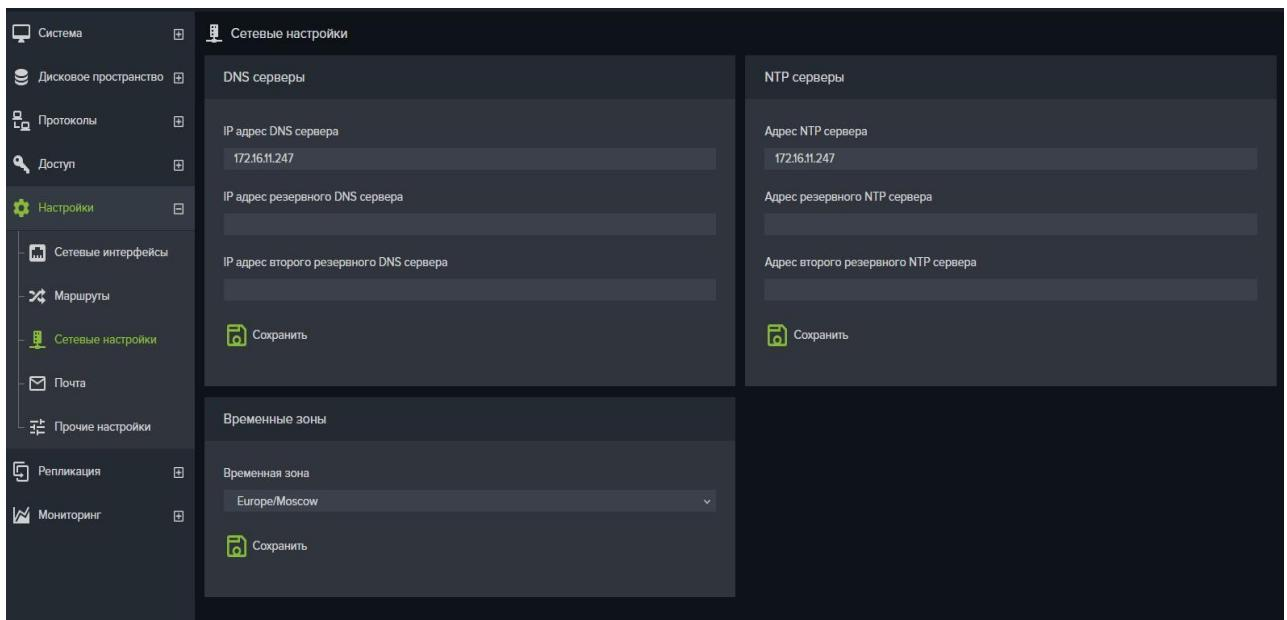

Рисунок 60 – Сетевые настройки
1. Перейдите на вкладку меню «Настройки» → «Сетевые настройки» (см. Рисунок 60).